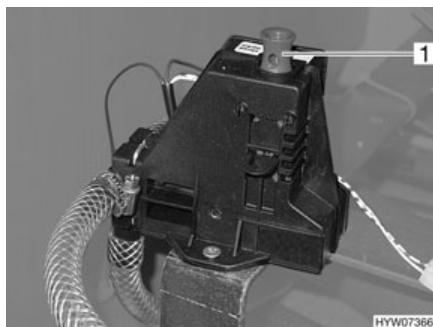

Fig. 199 Valve de sécurité et de vidange du chauffe-eau
Le chauffe-eau est équipé d'une valve de sécurité et de vidange (Fig. 199). La valve de sécurité et de vidange empêche que l'eau ne gèle dans le chauffe-eau lorsque le chauffage n'est pas allumé en cas de gel.
- Fermer la valve de sécurité et de vidange. Pour cela, tirer l'interrupteur à tirette (Fig. 199,1) vers le haut.
- Ouvrir la valve de sécurité et de vidange. Pousser l'interrupteur à tirette (Fig. 199,1) vers le bas. Le chauffe-eau est vidé à l'extérieur par le biais de la valve de sécurité et de vidange.